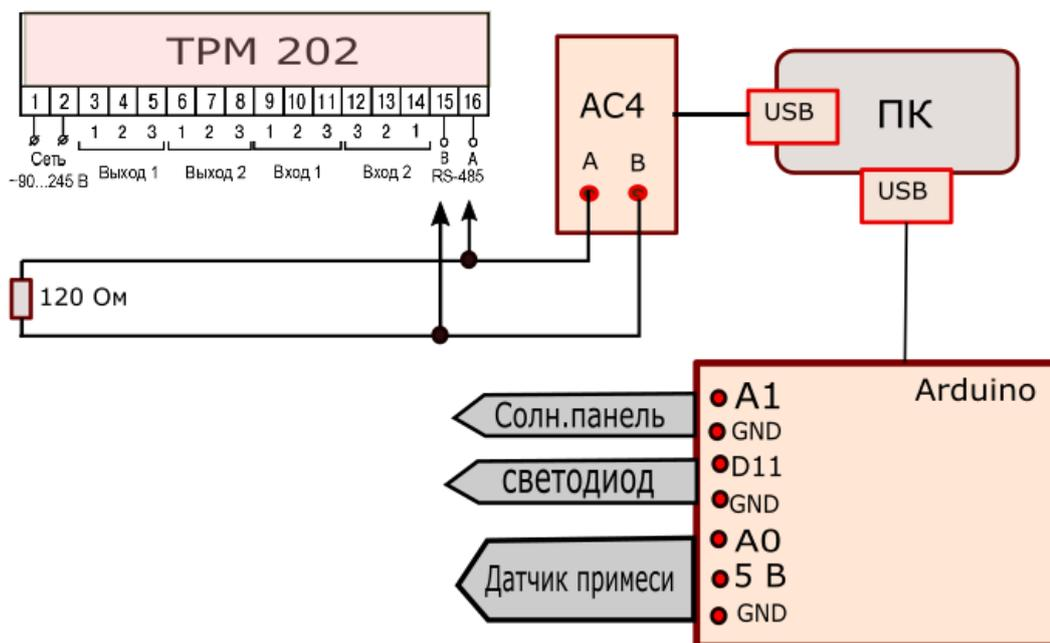

Рисунок 15. Схема подключения внешних устройств к компьютеру
1. Собрать схему представленную на рис.15. Подключение устройств произвести согласно табл.1.